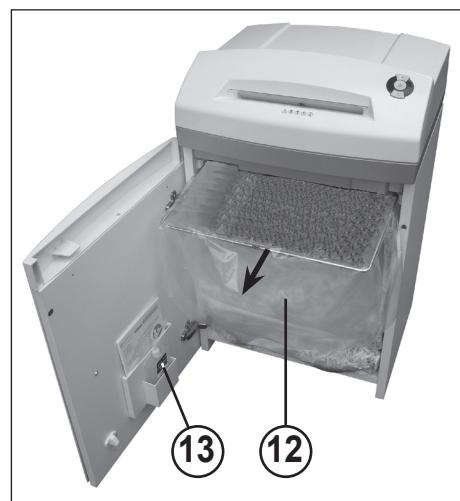

Fig. 4
12 = Saco recolector para papel (Fig. 4)
13 = Botellita de aceite (Fig. 4)
CÓMO VACIAR EL SACO RECOLECTOR PARA PAPEL (Fig. 4):
Abra la puerta. El indicador de control (8) se enciende y el indicador piloto (4) del pulsador de retroceso (4) así como el indicador de control (7) parpadean. Tome la botellita de aceite (13) (Fig. 4) situada en el soporte de la puerta y vuelva a cerrar la puerta.